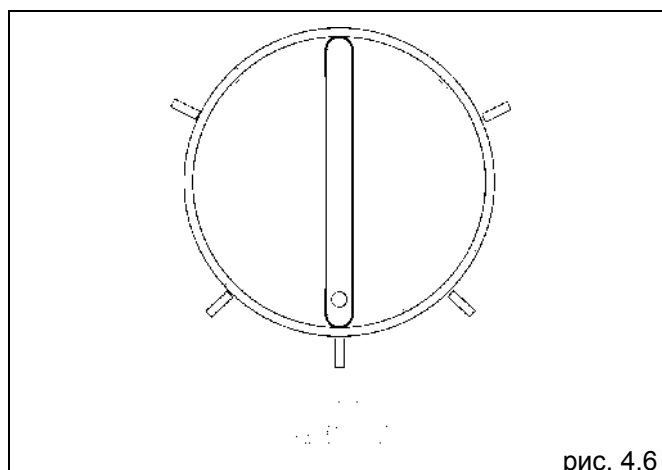

рис. 4.6
- установите переключатель режимов работы в положение OFF/RESET а затем снова поверните его в нужное положение (рис. 4.6).